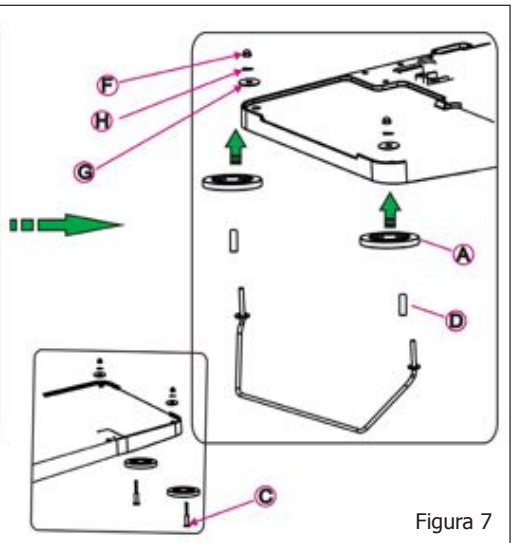

Figura 7
- Fixe as peças circulares (A) à placa inferior com as peças G, H e F. (Figura 7).